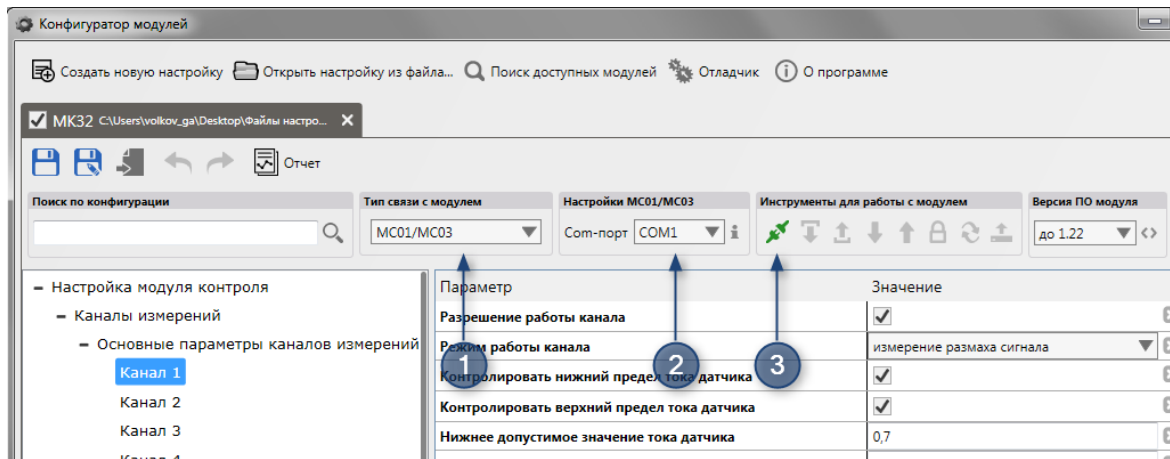

Рисунок 18 - Порядок действий для подключения к модулю
3) в списке типов связи (на рис. 18 обозначение 1) выбрать необходимый протокол связи с модулем, соответствующий выбранному интерфейсу связи, например, если модуль подключен по MC01, то необходимо выбрать тип связи MC01/MC03;
4) в настройках выбранного типа связи, в данном случае MC01/MC03, из списка доступных com-портов выбрать тот com-порт, к которому подключен модуль (на рис. 18 обозначение 2);
5) нажать кнопку «Подключить» (на рис. 18 обозначение 3).